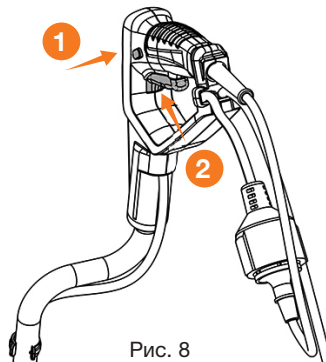

Рис. 8
- Прижмите большим пальцем предохранительную кнопку ❶ на правой рукоятке, а затем нажмите клавишу включения ❷ (Рис. 8). Двигатель запустится и фрезы начнут вращаться.
- Для остановки вращения фрез и работы двигателя, просто отпустите клавишу включения 2 (Рис. 8).